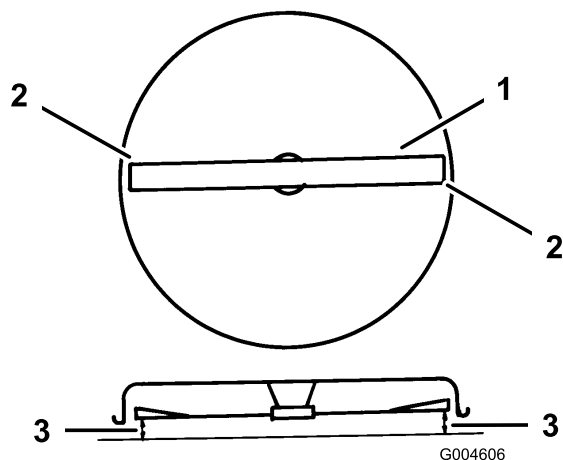

Figura 44
9. Ruotate con cautela la lama da un lato all'altro (Figura 44).
10. Misurate la distanza tra i taglienti esterni e la superficie piatta (Figura 44). Qualora entrambi